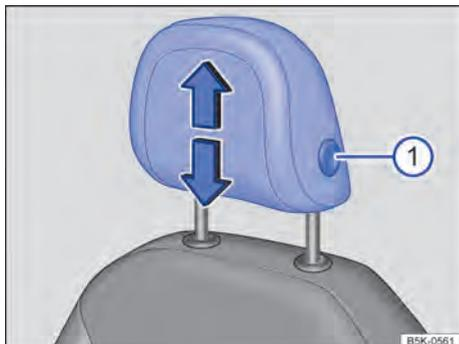
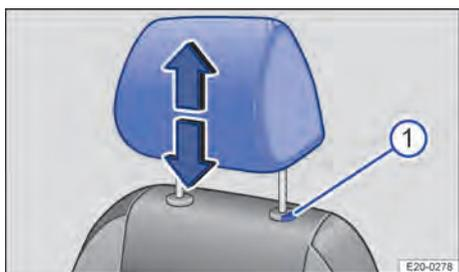

Fig. 62 Apoio para cabeça dianteiro: ajustar (variante 1).
Fig. 63 Apoio para cabeça dianteiro: ajustar (variante 2).
- Empurrar o apoio para cabeça com botão pressionado para cima ou para baixo → Fig. 62 ❶ ou → Fig. 63 ❶.